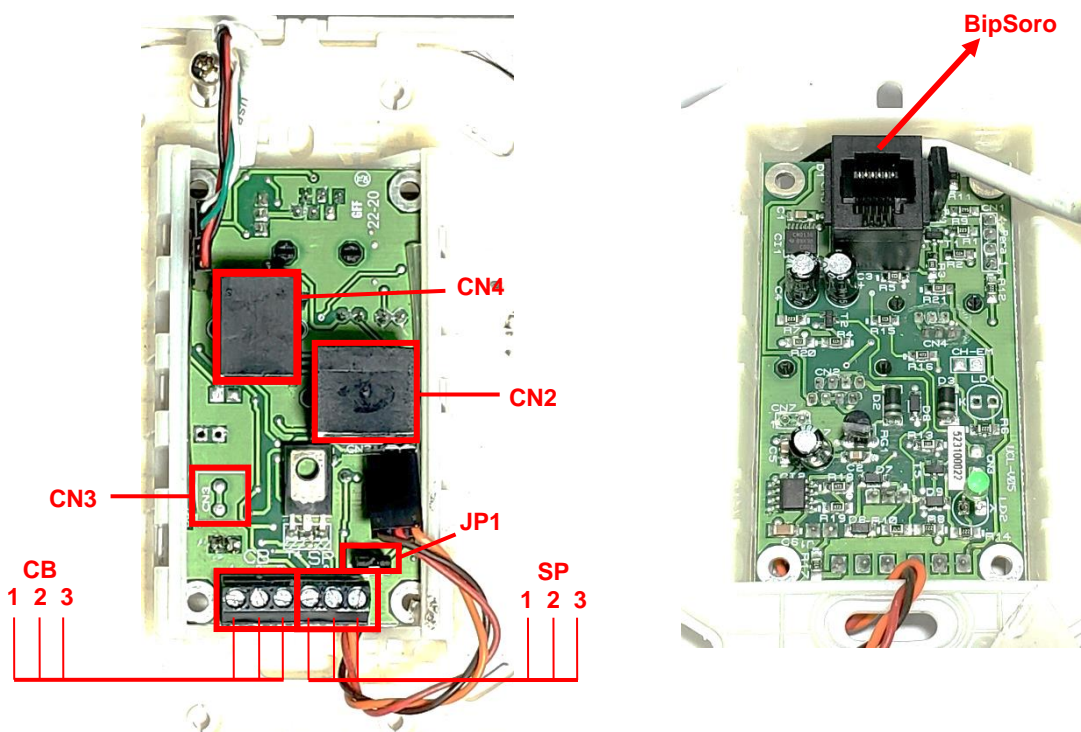

Figura 22 – Placa da Unidade de Comando já encaixada na moldura (UC); vista posterior à esquerda e anterior à direita.
A *Figura 22* abaixo corresponde à vista das faces anterior e posterior da placa de circuito da **UC**. Os passos seguintes o guiarão no processo de instalação da **UC** em cada um dos leitos.
- a. Na face posterior da placa da **UC** (veja a *Figura 22*), localize o receptáculo *RJ-45* rotulado com "**CN2**". Em seguida, na caixa de passagem onde será instalada a **UC**, identifique o cabo de pares trançados que vem do *Painel Concentrador*. Na extremidade deste cabo deve haver *plug RJ-45* previamente *crimpado*. Encaixe este *plug* no receptáculo **CN2**.
- b. **Execute este passo apenas se você optou por uma chamada de banheiro padrão.** Na face posterior da placa da **UC** (veja a *Figura 22*), localize o borne de conexão rotulado com "**CB**". Em seguida, na caixa de passagem onde será instalada a **UC**, identifique o cabo de pares trançados que vem do banheiro. Use uma chave de fenda 1/8"x3" para conectar os cabos correspondentes de acordo com os números indicados em ambos os bornes (1, 2 e 3), conforme a *Figura 23* abaixo. Não esqueça de anotar a correlação entre as cores das vias usadas e o número do pino ao qual estão conectadas.
- c. Na face posterior da placa da **UC** (veja a *Figura 22*), localize o borne de conexão rotulado com "**SP**". Em seguida, na caixa de passagem onde será instalada a **UC**, identifique o cabo de pares trançados que vem do *Sinalizador de Porta (SP)*. Use uma chave de fenda 1/8"x3" para conectar os cabos correspondentes de acordo com os números indicados em ambos os bornes (1, 2 e 3), conforme a *Figura 23* abaixo. Não esqueça de anotar a correlação entre as cores das vias usadas e o número do pino ao qual estão conectadas.
- d. Certifique-se quanto à existência de um *jumper de programação* ligando mutuamente os dois pinos de **JP1**. Veja a *Figura 22* acima. **Apenas quando os dois pinos deste jumper estiverem em curto-circuito, o sinalizador de porta estará habilitado e funcionará normalmente num apartamento com uma única UC.**
- e. **Execute este passo apenas se o seu Sistema de Chamada for equipado com Viva-Voz.** Localize o receptáculo RJ-12 rotulado como "**CN4**" que fica na face posterior da placa da **UC**. Veja a *Figura 22*. Use o cabo de 6 vias (fornecido com a função opcional de *Viva-Voz*) para conectar a placa da **UC** à *placa de voz* do leito. *Observe que a placa de voz será instalada numa caixa de passagem 4x4" localizada ao lado da caixa onde será instalada a UC. Observe também que o cabo de 6 vias vai de uma caixa à outra, passado pelo eletroduto que as une.*
- O *Sinalizador de Porta* deve ser conectado à *UC* do leito mais próximo da porta. Na caixa de passagem onde será instalada a placa da *UC* mais próxima à porta, identifique, o cabo de pares trançados que vem do *SP*. Identifique também o borne rotulado com "*SP*" localizado na placa desta *UC*. Escolha três vias do cabo vindo do *SP* e use uma chave de fenda 1/8"x3" para conectar uma das vias ao pino 1, outra ao pino 2, e outra ao pino 3 deste borne. Na outra extremidade deste cabo (que estará na caixa de passagem onde será instalado o *SP*), selecione as mesmas três vias para ligar ao borne rotulado com "*CN1*" da placa de circuito do *SP*. Observe que o **pino 1** do borne *SP* (na *UC*) deve ser ligado ao **pino 1** do borne *CN1* (no *SP*). Semelhantemente, o **pino 2** do *SP* deve ser ligado ao **pino 2** do *CN1* e o **pino 3** do *SP* deve ser ligado ao **pino 3** do *CN1*. Feito isto, ligue também, em paralelo, o **pino 1** do borne *SP* de cada uma das outras *UC*'s (da mesma enfermaria) ao **pino 1** do borne *SP* da *UC* próxima à porta. Ligue ainda, em paralelo, o **pino 2** do borne *SP* de cada uma das outras *UC*'s (da mesma enfermaria) ao **pino 2** do borne *SP* da *UC* próxima à porta. Veja as Figuras 22 e 25 acima. Feito isso, remova o *jumper de programação JP1* (veja a Figura 22) de todas as *UC* exceto aquela à qual encontra-se ligado o *SP*. Em outras palavras, num ambiente com mais de um leito, o *jumper JP1* deve ser instalado apenas na *UC* diretamente conectada ao *SP*.